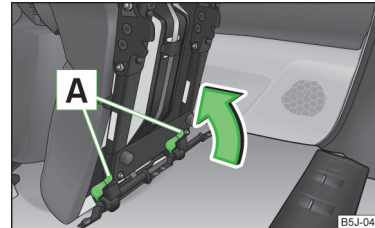

Abb. 41
- › Den Sitz am Ende der Führung durch Drücken der Sitzverriegelungen **A** » Abb. 41 in Pfeilrichtung verriegeln.
- > Ist der Sitz ausgebaut, dann ist dieser zuerst auf die Führung zu setzen und zu verriegeln » Abb. 41 auf Seite 59. Durch Hochziehen sicherstellen, dass der Sitz richtig verriegelt ist.